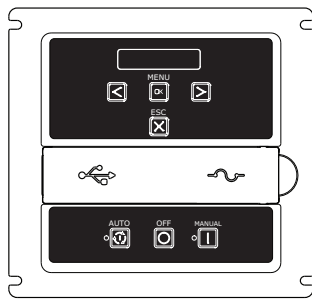

Figura 3A
1. Quite los tornillos y el frente de la caja de control para acceder el panel de control. El generador tendrá uno de dos tipos de paneles (Figura 3A o 3B).